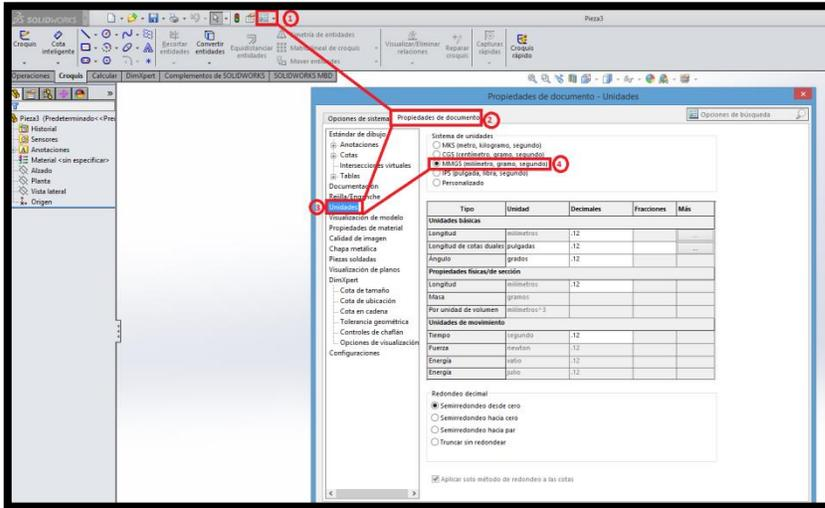

Figura 11. Selección de unidades de trabajo
“opciones” (1), dando clic en la pestaña “propiedades de documento” (2) y, seleccionando la opción “Unidades” de las opciones del lado izquierdo. Con esto podremos seleccionar el sistema de unidades que puede ser MKS, CGS, MMGS, IPS o uno personalizado (4) como se muestra en la figura 11.